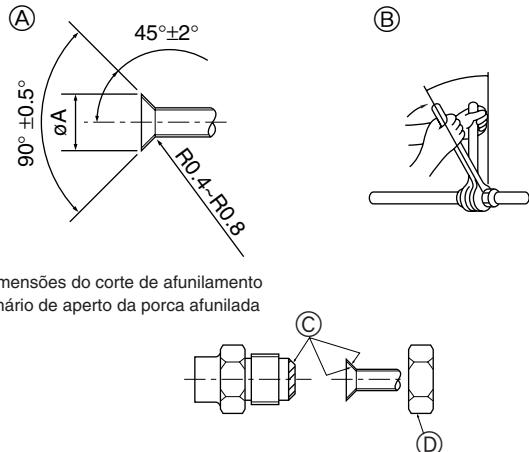

Fig. 4-1
Tabela 1 (Fig. 4-1)
4.2. Tubos de ligação (Fig. 4-1)
- Aplique uma fina camada de óleo refrigerante ao tubo e à superfície de costura da junta antes de apertar a porca do tubo. ①
- Aperte os tubos de ligação com duas chaves. ②
- Aplique óleo de máquina refrigerante em toda a superfície de encaixe de afunilamento. ③
- Utilize as porcas afuniladas que se encontram na unidade. ④
- ① Os tubos devem ser ligados começando pela unidade interior.